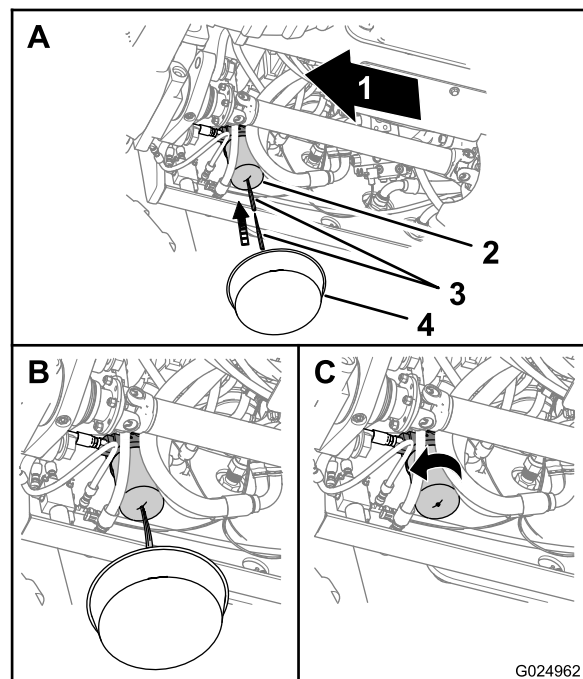

Bild 102
1. Stellen Sie eine Auffangwanne unter den Getriebeölfilter (Bild 102).
2. Stechen Sie in die Unterseite des Getriebefilters und lassen Sie restliches Hydrauliköl in die Auffangwanne ablaufen (Bild 102).
3. Entfernen Sie den Getriebeölfilter mit einem Filterschraubenschlüssel und werfen Sie den Filter weg (Bild 102).
6. Ziehen Sie den Filter mit der Hand um eine weitere halbe oder dreiviertel Umdrehung an, wenn der Filter den Filterkopf berührt (Bild 102).